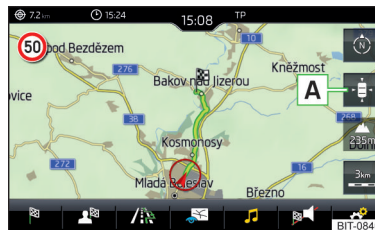

Fig. 237
- ▶ Pentru **centrarea hărții**, atingeți suprafața de comandă funcții **B** » fig. 237.